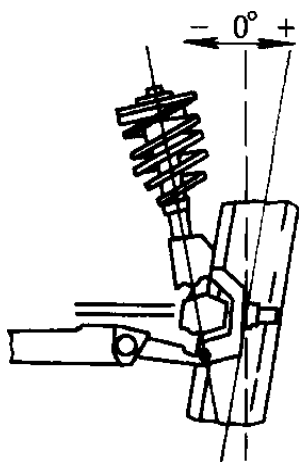

图 5.1-4 车轮外倾角
1.1.3.2 车轮外倾角：外倾是从车辆前方观察的。车轮偏离垂直方向的倾角，如图 5.1-4 所示。若车轮倾角顶点向外，则外倾为正(+);若车轮倾角向内，则外倾为负(-)。外倾既影响方向控制，又影响轮胎磨损。过量外倾会导致轮胎磨损，并使车辆朝最大外倾行驶或侧偏行驶。